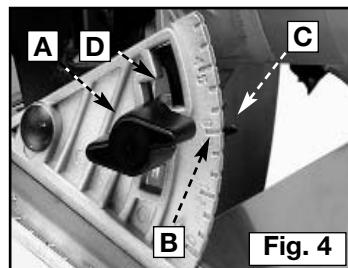

Fig. 4
1. Desatornille un poco la perilla ajustadora de bisel (A) Fig. 4.
2. Incline la base de la sierra hasta que la línea de graduaciones en el segmento de bisel (B) Fig. 4, se alinee con la raya indicadora (C) Fig. 4 en el soporte.
4. Para los cortes biselados mayor de 45°, fijaron la guía en la marca de 45°. Levante la palanca de ajuste biselada en la ranura (D) Fig. 4 y mueva la base de la sierra para el mayor ángulo. Apriete la palanca de ajuste biselada firmemente.